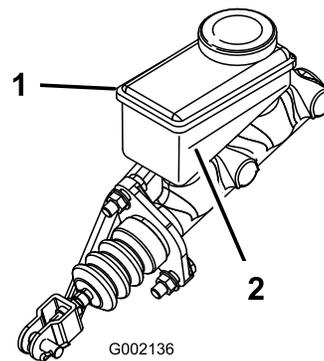

図 14
3. タンクの側面についているマークで、量を点検する **図 14**。
- B. 最低ラインより上まで DOT 3 ブレーキ液を補給する **図 14**。
5. ダッシュボード上部にゴム栓を取り付ける **図 14**。